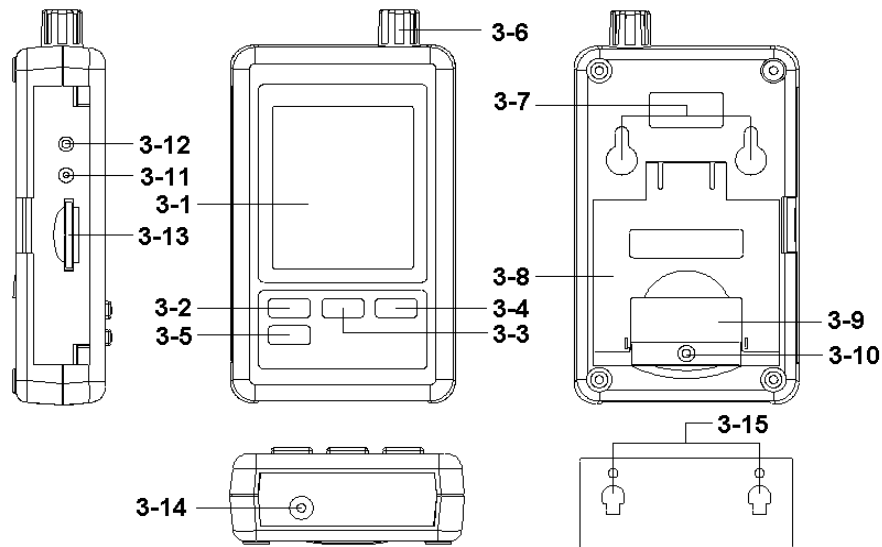

Fig. 1
- \* Suelte los tornillos de la tapa de la batería (3-10, Fig. 1) y retire la “tapa de la batería” (3-9, Fig. 1) del medidor.
- 2) La “Pantalla” (3-1, Fig. 1) mostrará tanto la humedad y la temperatura como el valor del barómetro. (3-6, Fig. 1).
Prepare una "tarjeta de memoria SD" (1 GB hasta 16 GB, opcional), inserte la tarjeta SD en la ranura de la tarjeta (3-13, Fig. 1) con la dirección correcta.
Presione el botón " Logger" (3-2, Fig. 1) > 2 segundos continuamente, hasta que en la pantalla aparezca el indicador
"DATALOGGER", suelte el botón " Logger " (3-2, Fig. 1), y los datos de medición con la información del tiempo se guardarán en la memoria del circuito.
Durante la función del Datalogger (la pantalla muestra el indicador "Datalogger"), presione el botón Logger (3-2, Fig. 1) > continuamente durante dos segundos hasta que el indicador de la pantalla "DATALOGGER" desaparezca, suelte el botón "Logger" para terminar con la función de Datalogger.
Presione el botón " Tiempo " (3-3, Fig. 1) > continuamente durante 2 segundos y la pantalla LCD mostrará la información del Año/Mes/Fecha, Hora/Minuto/Segundo y el valor de muestra.
- 1) Después de ejecutar la función de Data logger, retire la tarjeta SD de la "Ranura de la tarjeta" (3-13, Fig. 1).